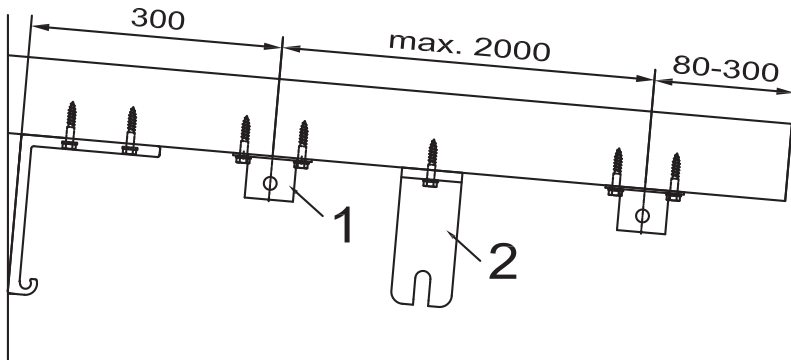

Abb. 7: Abstände Führungsschienenhalter. Weitere Halter gleichmäßig dazwischen aufteilen.
- » Zeichnen Sie die Führungsschienenhalter an den Sparren an (Abstände siehe Abbildung 7).
- » Montieren Sie die Tuchstützdrahtwinkel (2 – Abb. 7 und 8) wie abgebildet rechts und links auf den beiden äußeren Sparren in der Mitte des Markisen-ausfalls.
- » Das Befestigungsmaß Mitte Loch der Führungsschienenhalter (A) ist auch das Befestigungsmaß Mitte Loch der Tuchstützdrahtwinkel (B).